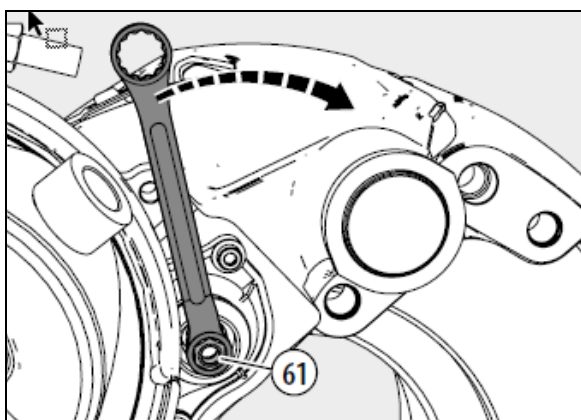

FIGURE 36: APPLIQUER LE FREIN 5 A 10 FOIS, LA CLÉ TOURNE DANS LE SENS HORAIRE
15. A titre de support visuel, positionner une clé ou un raccord sur la vis de réglage (avec l'adaptateur (61)) comme représenté. Appliquer le frein 5 à 10 fois, la clé ou le raccord doit tourner par petits paliers dans le sens horaire (vue côté cylindre) si l'adaptateur fonctionne correctement (voir Figure 36 et Remarque ci-dessous).